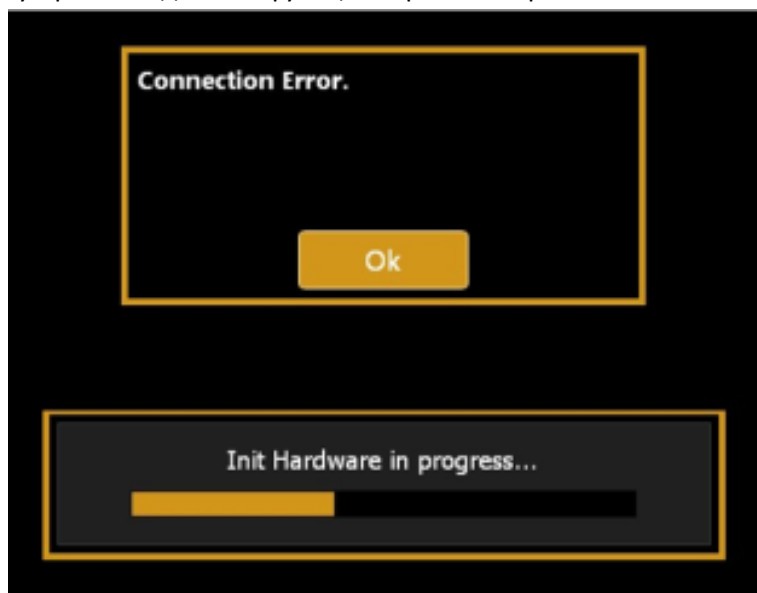

Рис. 101
12. В случае отображения сообщения, показанного на рис. 101, выключите Aladdin и включите его снова. Теперь ваше устройство должно функционировать нормально.